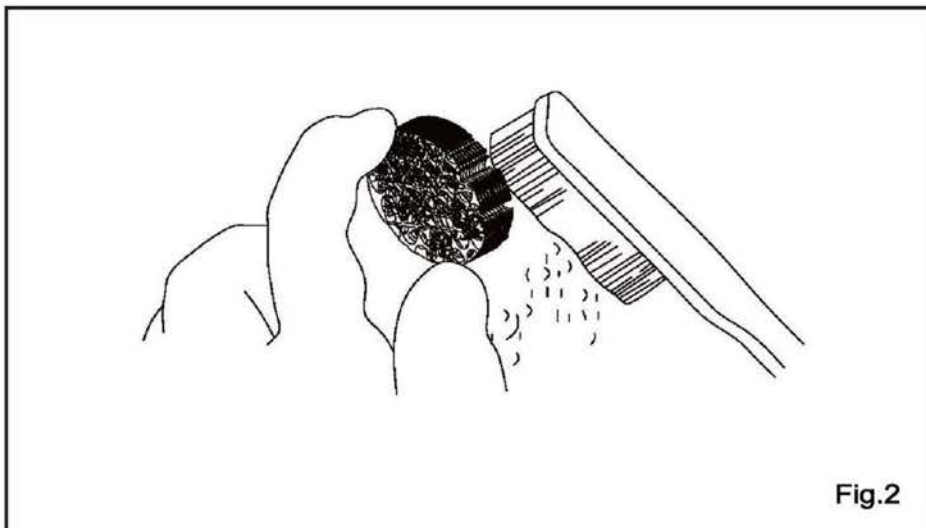

Fig.2
- Coloque una bandeja de aceite delante del tapón del llenador de aceite (Fig. 2). Retire el tapón y luego incline la máquina permitiendo que el aceite luya hacia la bandeja. Con una toalla de papel o un trapo, limpie cualquier derrame de aceite. Deseche el aceite usado en una instalación de reciclaje de aceite.
- Retire el tornillo de la tapa del filtro de aire (Fig. 2). Ahora se pueden retirar la tapa y el elemento filtrante.
2. Retire el cable de la bujía de la bujía (Fig. 2). Utilizando una llave de bujías, afloje y luego retire la bujía.
Retire el silenciador y el apagachispas. Utilice un cepillo de cerdas suaves para limpiar los depósitos del apagachispas (Fig. 2). También se puede usar un fluido de limpieza para limpiar el apagachispas.
4. Para drenar el carburador, retire el tornillo de drenaje (Fig. 2) para permitir que el combustible restante se drene en un recipiente aprobado. Enrosque el tornillo de drenaje, apriete. Finalmente, gire el control del cebador a OFF.